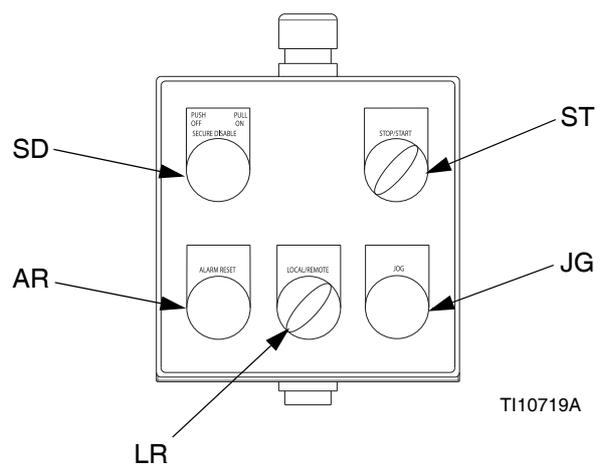

FIG. 4. Caja de control local
La caja de control local contiene cinco controles. Vea la FIG. 4.
1. Fije el interruptor COMENZAR/DETENER (ST) en DETENER. Vea la FIG. 4.
2. Pulse el interruptor ASEGURAR/DESCONECTAR (SD).
3. Fije el interruptor COMENZAR/DETENER (ST) en DETENER. Vea la FIG. 4.
3. Pulse el interruptor ASEGURAR/DESCONECTAR (SD).
4. Fije el interruptor COMENZAR/DETENER (ST) en DETENER. Vea la FIG. 4.
5. Tire del interruptor ASEGURAR/DESCONECTAR (SD) hacia fuera para desenclavarlo.